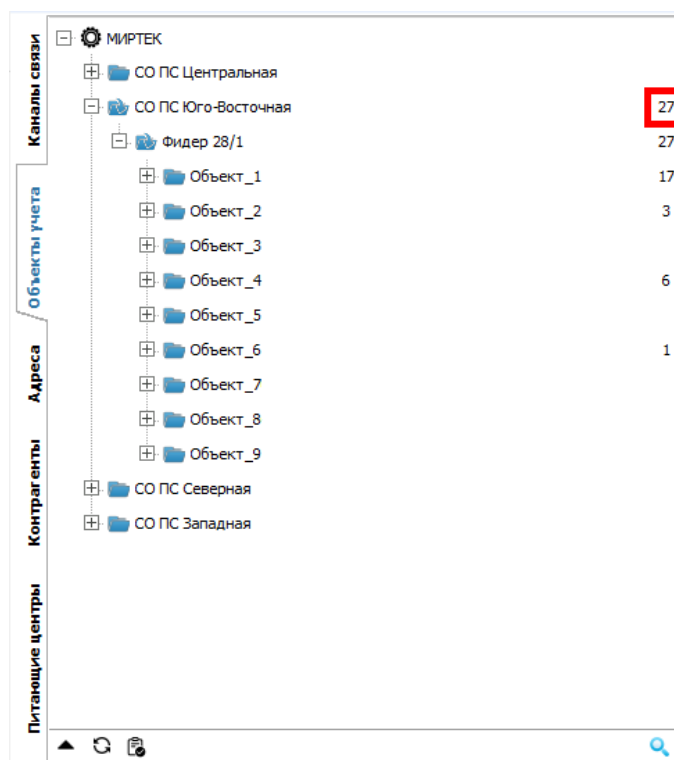

Рисунок 335 – Отображение количества опрашиваемых каналов связи в дереве **Объекты учета**
Цифра, расположенная в правой части дерева **Объекты учета** (1) (см. рисунок 335) показывает количество каналов связи, по которым в текущее время осуществляется сбор данных. Например, цифра 27 на рисунке 335 означает, что устройства, входящие в состав группы учета «СО ПС Юго-Восточная» опрашиваются в текущий момент времени по 27 каналам связи.